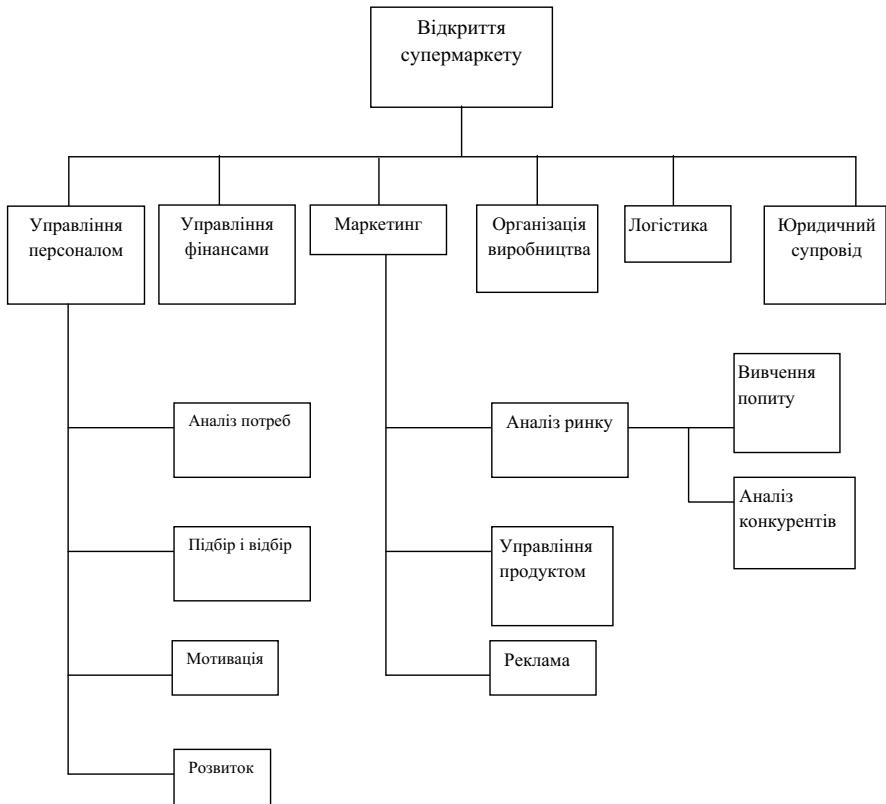

Рис. 2.6. Фрагмент функціональної структурної декомпозиції робіт проекту (WBS)
**Функціональна вид WBS** базується на функціональній організаційній структурі і передбачає декомпозицію за функціями підрозділів, працівники яких приймають участь в управлінні проектом (рис. 2.6).